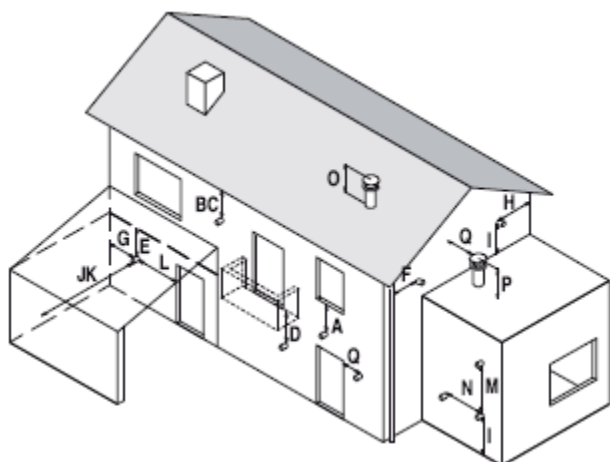

рис. 5.13
- располагаться с соблюдением минимальных расстояний см. рис. 5.13 и местных норм.